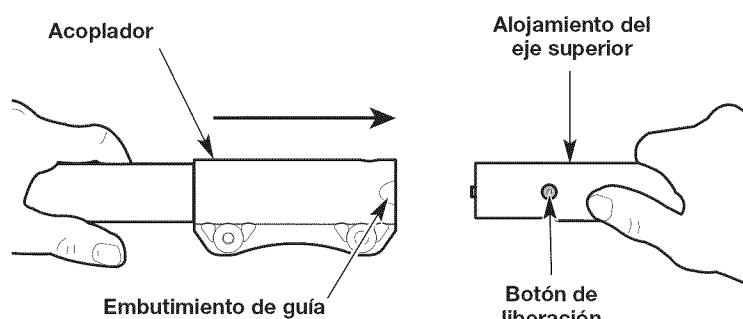

Fig. 9
4. Alinee el botón de liberación con el embutimiento de la guía (Fig. 9).
5. Empuje el acoplador en línea recta sobre el alojamiento del eje superior (Fig. 9).